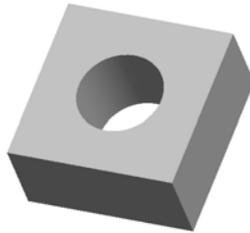

图 1-22
2. 使用 Pro/ENGINEER Wildfire 4.0 绘制如图 1-22 所示的模型零件，长方体的长和宽均为 200mm，高 100mm，中心孔的直径为 100mm。